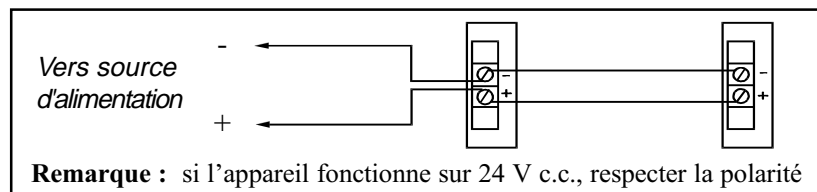

Figure 2. Raccordement électrique
5. (Figure 2) Branchez l'appareil sur un circuit de signalisation dont la tension de sortie est constante (non pulsée). Si l'appareil fonctionne sous 24 V c.c., respectez la polarité.